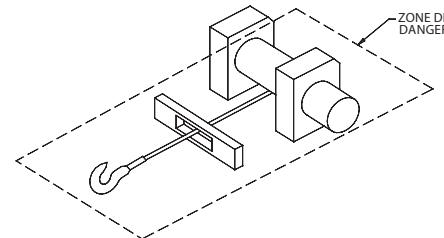

Fig. 1
**3.** Prenez garde à la zone de danger. La zone de danger correspond à la zone de rotation du tambour du câble, au guide-câble (selon le modèle), au câble, au crochet et au moteur (**reportez-vous à la figure 1**). En premier lieu, libérez la tension sur la charge et déconnectez ensuite le contacteur de commande avant de mettre vos mains à proximité de la zone de danger. Déconnectez les câbles d'alimentation de la batterie avant de travailler sur le tambour.